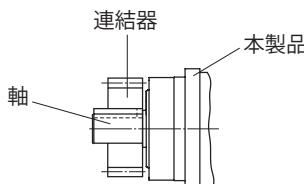
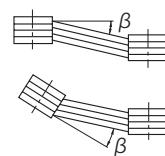

図 6-2
図 6-3
(2) チェーン・スプロケット、ギヤを使用する場合
- スプロケットやギヤの荷重作用点が、軸中央より本製品側へくるようにしてください。(図 6-2 参照)
(3) タイミングベルトを使用する場合
- 両ブーリ間の平行度、偏心度 β はご使用メーカーのカタログに記載されている許容値以内としてください。(図 6-3 参照)